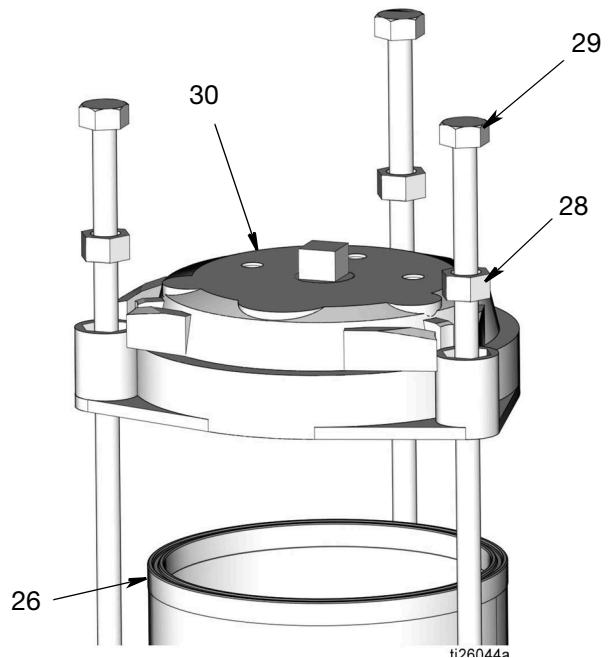

FIG. 58
13. Mettre le couvercle (30) sur le joint du réservoir (26).
14. Mettre les entretoises (28) et les tirants (29) (FIG. 58).